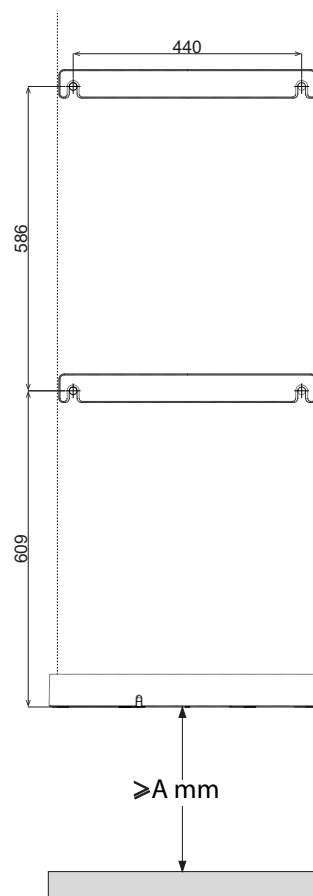

fig. 25 - Indicación para la perforación (véase “fig. 20 - Espacios mínimos”)
- Taladrar siguiendo las indicaciones de fig. 25.